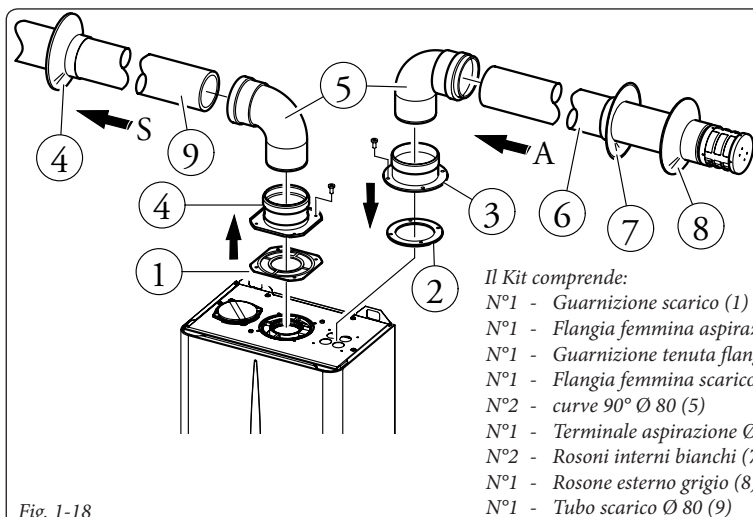

Fig. 1-18
- Kit separatore Ø 80/80. Questo Kit consente l'aspirazione dell'aria all'esterno dell'abitazione e lo scarico dei fumi in canna fumaria (Fig. 1-18÷1-21). Il condotto centrale serve per lo scarico dei prodotti della combustione in canna fumaria, mentre il condotto a fianco di quello centrale serve per l'aspirazione dell'aria all'esterno dell'abitazione. Entrambi i condotti possono essere orientati in qualsiasi direzione.
- Montaggio kit (Fig. 1-18): installare la flangia (4) sul foro centrale dello scaldabagno interponendo la guarnizione (1) e serrare con le viti a testa esagonale e punta piatta presenti nel kit. Togliere la flangia piatta presente nel foro laterale rispetto a quello centrale (a seconda delle esigenze) e sostituirla con la flangia (3) interponendo la guarnizione (2) già presente nello scaldabagno e serrare con le viti autofiletanti con punta in dotazione. Innestare le curve (5) con lato maschio (liscio) nel lato femmina delle flange (3 e 4). Innestare il terminale di aspirazione (6) con lato maschio (liscio), nel lato femmina della curva (5) sino a portarlo in battuta, accertandosi di avere già inserito il relativo rosone interno, in questo modo si otterrà la tenuta e la giunzione degli elementi che compongono il kit.